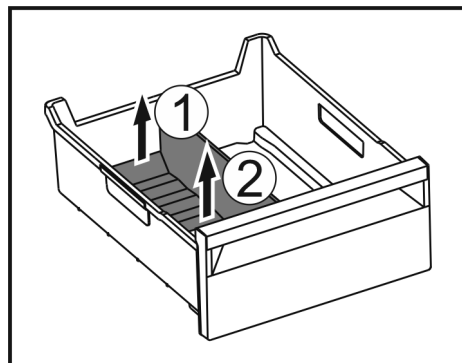

Fig. 184
- Nosta jäälaatikon jakajan takaosaa. Fig. 184 (1)
- Poista jäälaatikon jakaja ylöspäin. Fig. 184 (2)